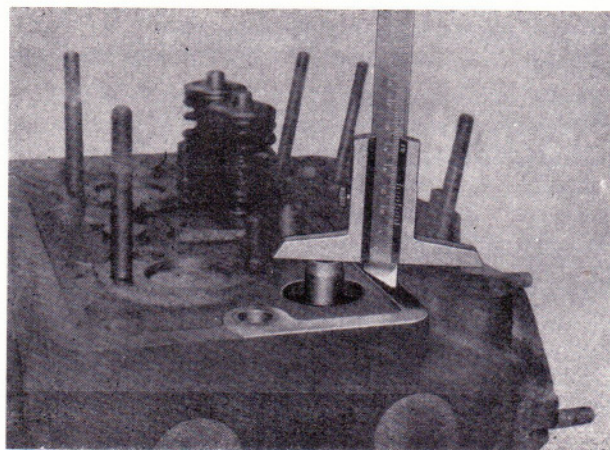

Bild 109
- Ventilführungsüberstand kontrollieren (Bild 109).